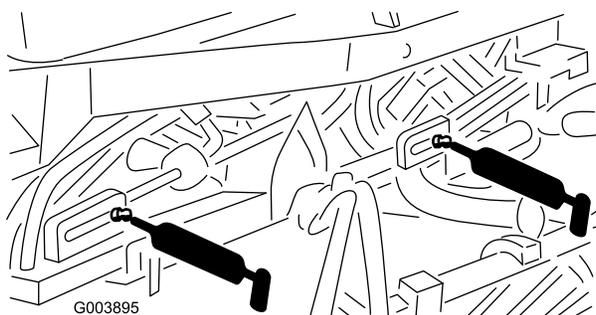

Figure 48
- 5 graisseurs sur les vérins de levage (Figure 48)